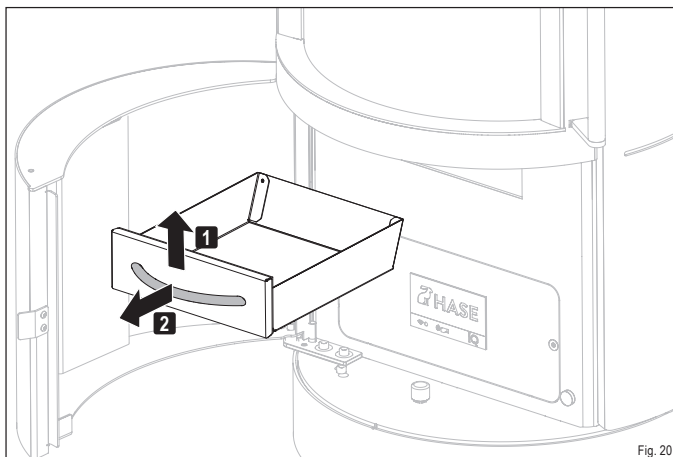

Fig. 20
- ▶ Tirez le bac à cendres hors de l'ouverture par le capot (Fig. 20). Videz les cendres dans un récipient résistant au feu.
- ▶ **Tirez le bac à cendres hors de l'ouverture par le capot (Fig. 20). Videz les cendres dans un récipient résistant au feu ou passez l'aspirateur.**
- ▶ **Tirez le bac à cendres hors de l'ouverture par le capot (Fig. 20).**